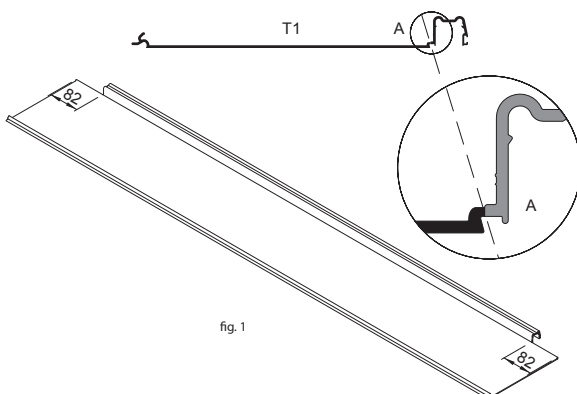

fig. 1
* Ver mecanizado de la T1 (bajera) (fig.1)